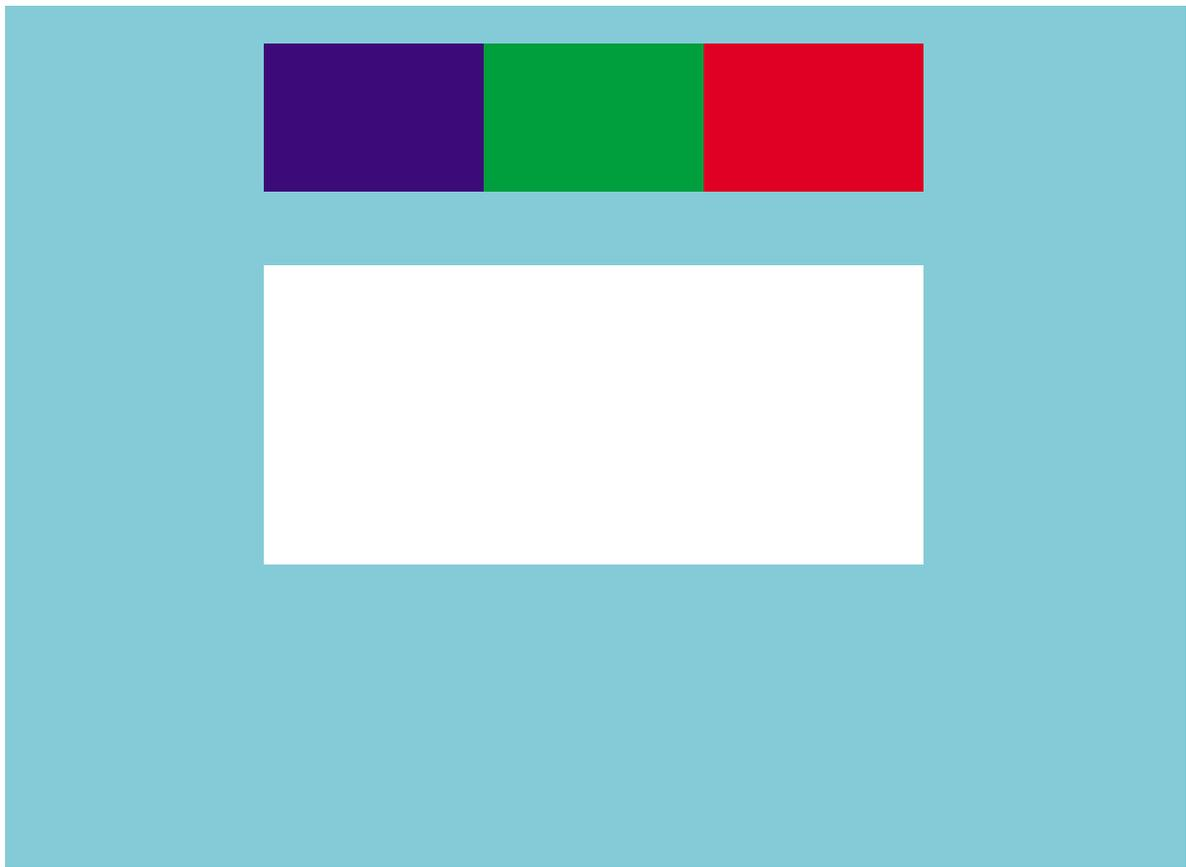

図 26. 自動調整補助ファイルを使用したパターンの表示
1. サポートするインターネット・サイト¹ から *4820Patt.exe* プログラムをダウンロードしてから、ディスクットを作成します。このファイルは、特別のイメージ・パターンを生成します (31 ページの図26 を参照してください)。
1. サポートするインターネット・サイト¹ から 4820Patt.exe プログラムをダウンロードして、ディスクットを作成します。このプログラムは、特別のイメージ・パターンを生成します (31ページの図26 を参照してください)。